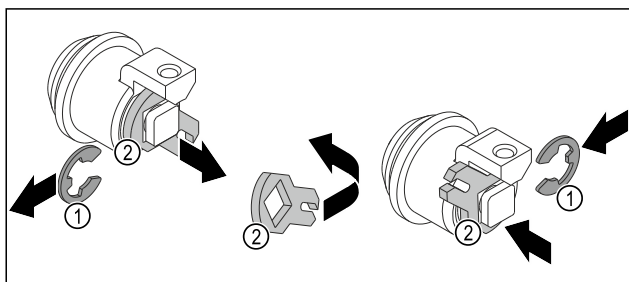

Fig. 15
- Retirer la bague de blocage Fig. 15 (1).
- Retirer le crochet de fermeture Fig. 15 (2), le tourner et le réinsérer.
- Insérer la bague de blocage Fig. 15 (1).